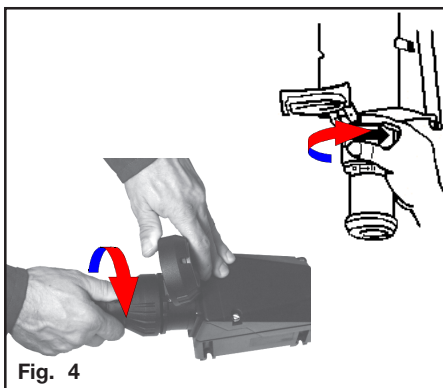

Fig. 4
Pour la mise en circuit de la prise, la fiche doit être enfichée jusqu'à sa butée dans celle-ci et ensuite être tournée de 45° à droite. De cette manière, la fiche est bloquée dans la prise (voir fig. 4).
Le raccordement électrique des fiches se fait comme montré dans les figures 4 et 5.
Les vis de fixation (pos. 3, fig. 4) de l'insert de la fiche (pos. 2, fig. 5) sont desserrées pour le sortir de l'alvéole. Puis, l'insert peut être raccordé aux connexions des contacts mâles (voir vue 1, fig. 5).
Attention: En cas de perte des vis de fixation (pos. 3, fig. 4) celles-ci doivent être remplacées par des vis similaires ou être demandées au fabricant.